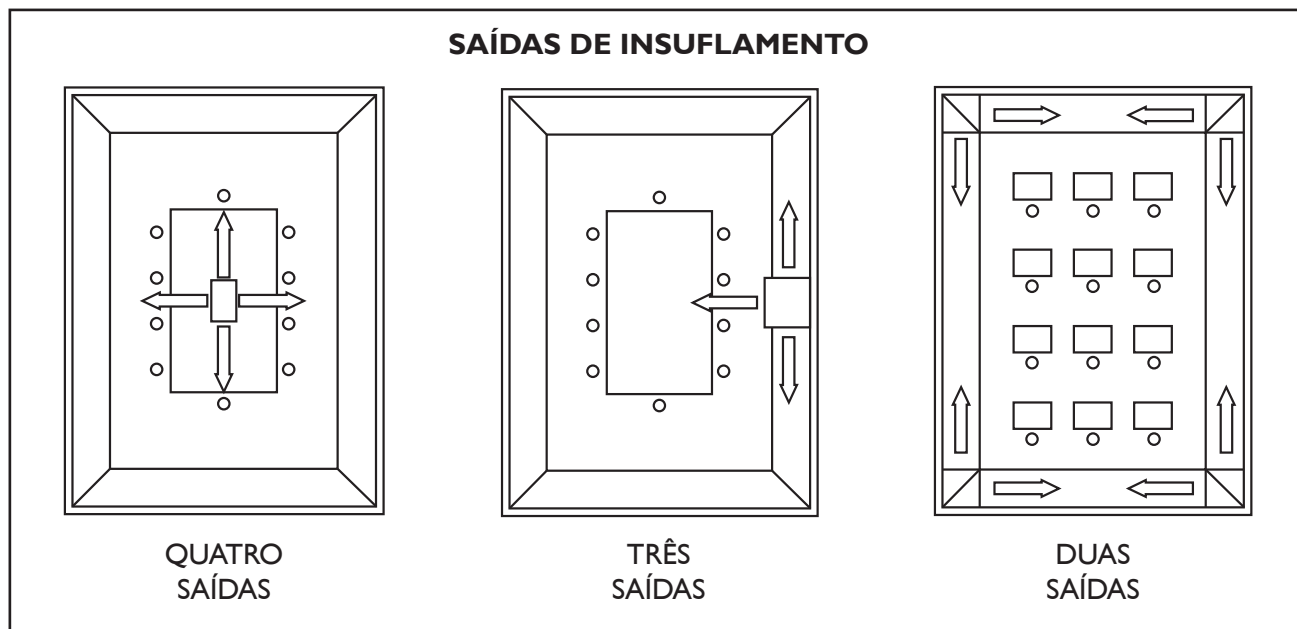

FIG. 8 - POSIÇÃO DA UNIDADE EVAPORADORA NO AMBIENTE
- b) Procure instalar a unidade no local mais central possível do ambiente, obtendo assim a melhor distribuição de ar; porém, caso haja necessidade, esta pode ser instalada em um dos cantos ou encostada a uma parede, bastando para isso fechar as saídas que estiverem voltadas para estas (fig. 8);